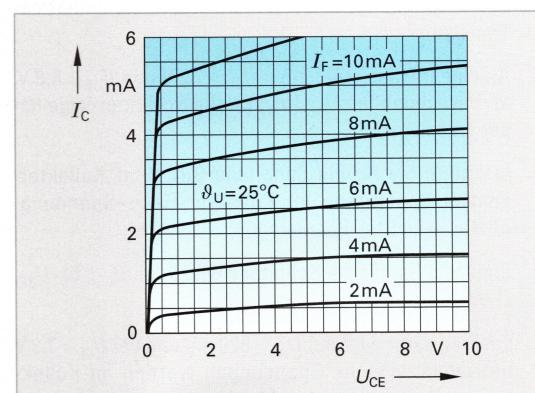

Bild 4: Kennlinien eines Optokopplers
- den Gleichstrom-Übertragungsfaktor $CTR = I_C/I_F$ in Prozent. Der Optokoppler besitzt die Kennlinien **Bild 4** (Lösungshinweis: Arbeitsgerade erforderlich).